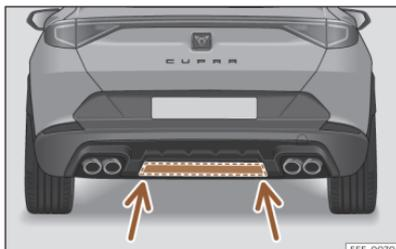

Abb. 79 Erfassungsbereich des unteren Sensors
• Wenn sich die Heckklappe nicht öffnet, wiederholen Sie den Prozess nach einigen Sekunden nochmals. Möglicherweise wurde der Erfassungsbereich des unteren Sensors nicht erreicht >>> **(Abb. 79)**.